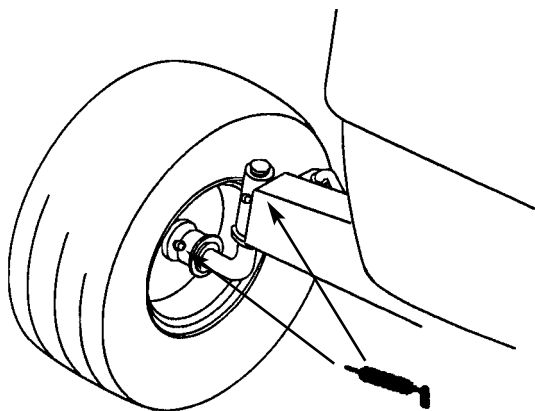

Fig. 15
1. Smør forhjulene, til fedtet begynder at sive ud af lejerne (fig. 15).